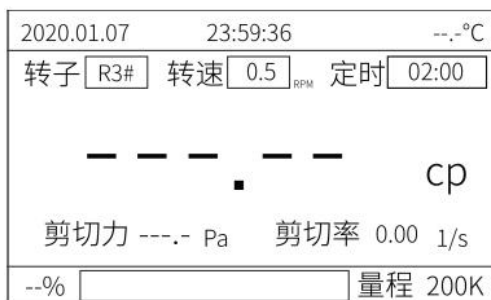

图 3
(6) 按◀或▶键可切换到转速位置，光标停在如图 3 的 0.5 转/分的位置。